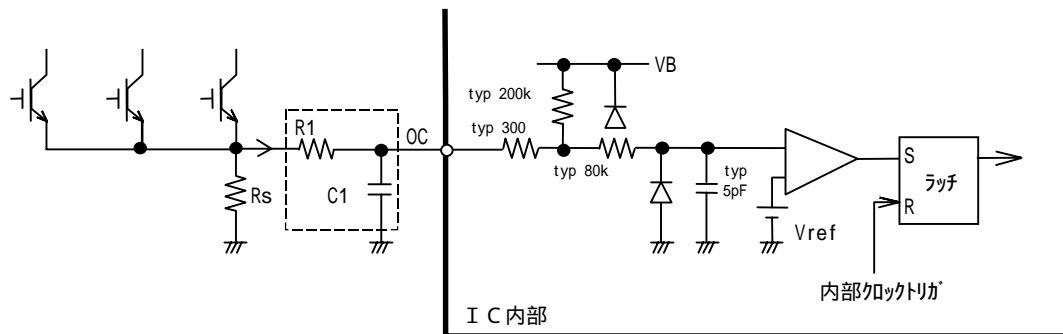

図 10 . OC 端子の等価回路
(5) VCC 端子
(6) OC 端子
- 制限電流値 I_{oc} は、 $I_{oc} = V_{oc} / R_s$ (A) となります (R_s は、外付け抵抗) で求められます。OC 端子内部には、約 0.4 μ s のフィルタを内蔵しています (図 10 参照)。ただし、ノイズによって過電流検出機能が誤動作する場合は、 R_1 、 C_1 による外部フィルタを追加して下さい。ただしフィルタ時定数 R_1 、 C_1 をあまり大きく選びますと、過電流検出信号の検出遅れが生じますから、ご注意下さい。